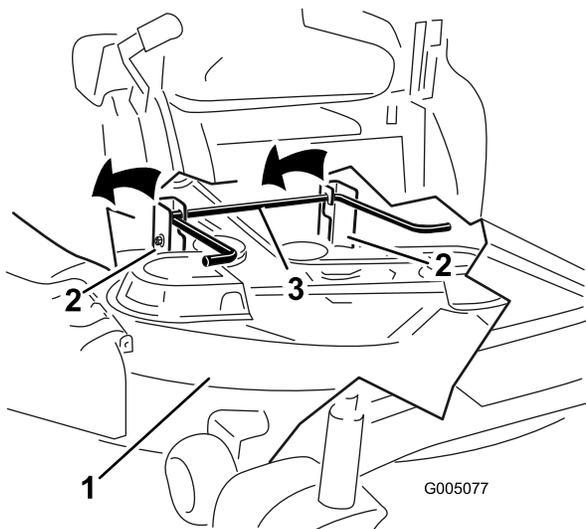

Figura 58
5. Eleve la carcasa de corte y separe ésta y las pletinas de suspensión de la varilla de elevación trasera; luego baje el cortacésped con cuidado al suelo (Figura 58).
5. Eleve la parte trasera de la carcasa de corte y coloque los soportes sobre la varilla de elevación trasera (Figura 58).